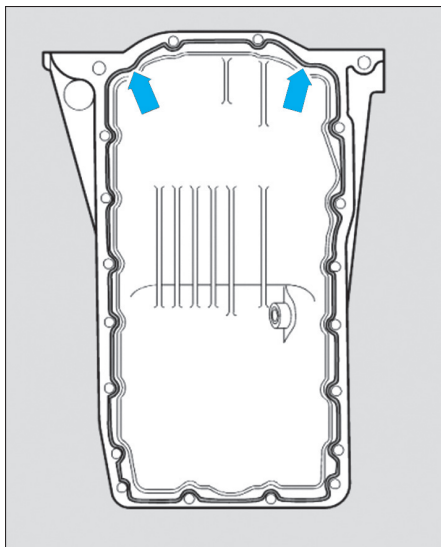

Fig. 21
- Appliquer sur le plan de joint du carter inférieur, préalablement dégraissé avec soin, un cordon de pâte d'étanchéité appropriée à base de silicone (par exemple VW D176 404 A2), d'une largeur de 2 à 3 mm, tout en contournant de l'intérieur les alésages de vis de fixation et en soignant la portée du porte-bague d'étanchéité arrière de vilebrequin (flèches) (Fig.21).